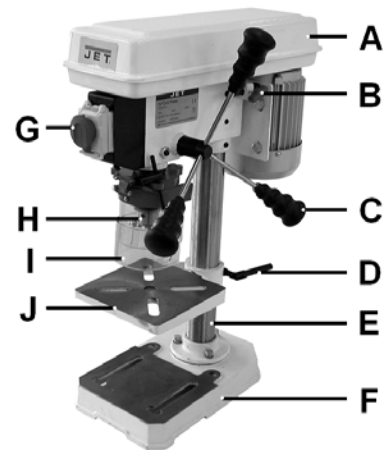

Рис. 1
Установите стойку (В, Рис. 1) на цоколь станка (F).
Наденьте патрон (Н, Рис. 1) на конус шпинделя.
Открутите крепление площадки мотора (В, Рис. 1).